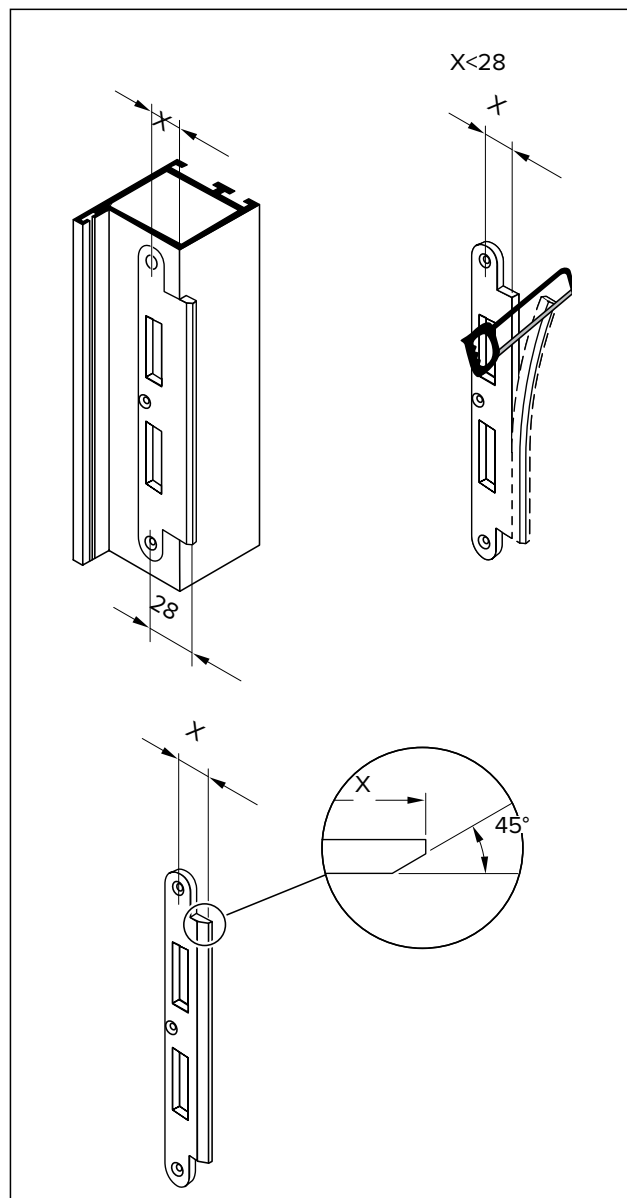

Рис. 19 Размеры и регулировки
5. Отрегулируйте ответную планку (рис. 19).